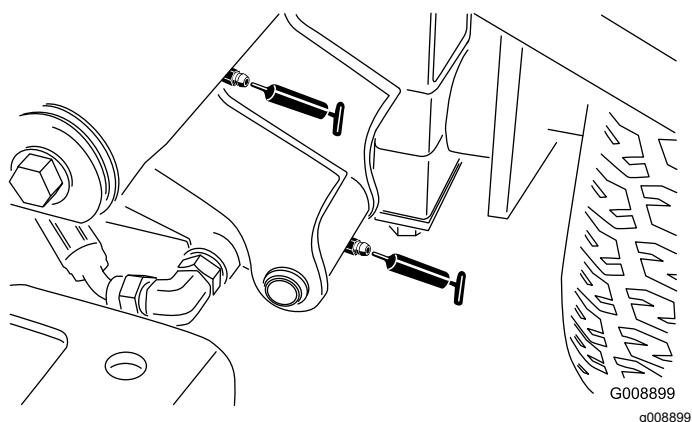

Figura 38
- 2 pivoi bra de ridicare stânga față i cilindru de ridicare (Figura 38)